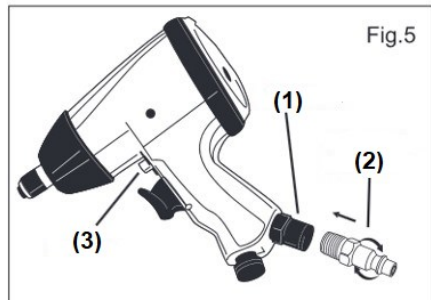

Fig.5
2. Préparez un raccord à filetage mâle 1/4" (non fourni) en enveloppant le filetage avec du ruban d'étanchéité dans le sens des aiguilles d'une montre. Vissez manuellement le raccord fileté mâle (2) dans l'entrée d'air (1) comme indiqué sur la Fig. 5 et serrez-le avec une clé (non fournie) pour un raccordement étanche.